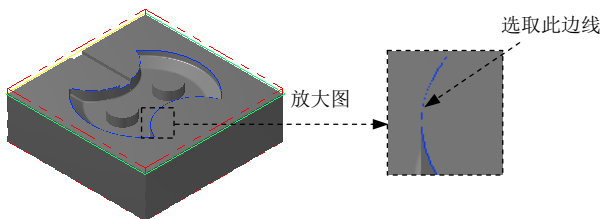

图 22.27 选取切削范围边线
(3) 在 **Containment boundary** 区域中单击  按钮，系统弹出“串连选项”对话框。在图形区中依次选取图 22.27 所示的边线，单击  按钮，系统返回至“刀具路径的曲面选取”对话框。